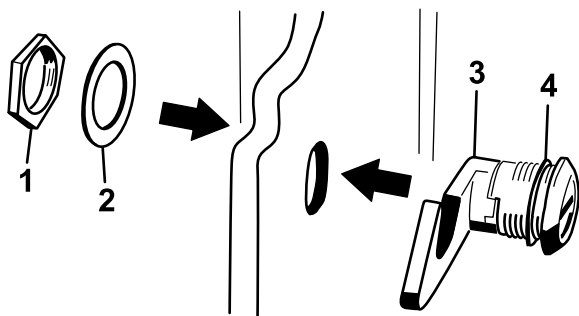

Figure 5
3. Retirez l'écrou du verrou du capot (Figure 5).
4. À l'extérieur du capot, insérez le côté en crochet dans le trou du capot en vérifiant que la rondelle d'étanchéité en caoutchouc reste à l'extérieur du capot (Figure 5).